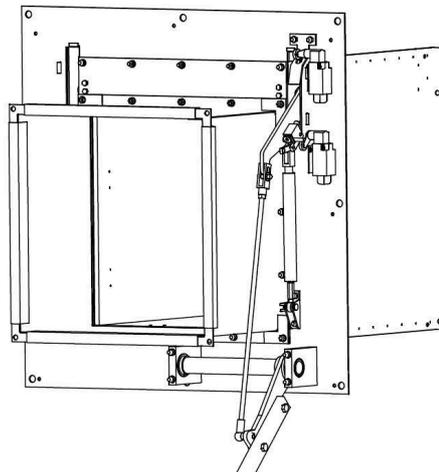

Abbildung 51
- Entfernen des Öffnungshebels, sobald der/die Haftmagnet/en den BK FIRESAFE® II K90 offen halten (Abb. 51).